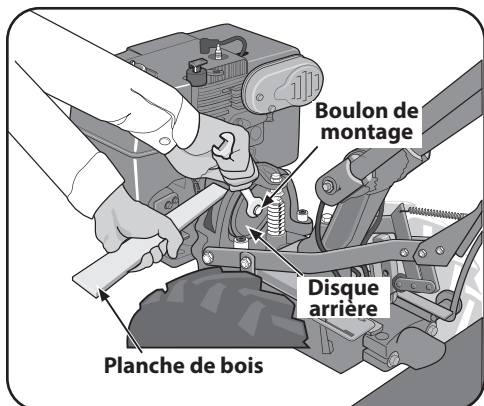

Figure 5-30
- Utilisez une clé de 9/16 po pour desserrer le boulon de montage comme montré à la Figure 5-30. N'oubliez pas d'immobiliser la poulie avec une planche de bois avant de desserrer le boulon. Si nécessaire, éloignez le disque de la poulie avec la pointe d'un tournevis. Faites sortir le boulon le plus possible. Puis, inclinez légèrement le disque pour l'enlever. Enlevez le boulon et la rondelle de blocage avec le disque. Installez un disque neuf.